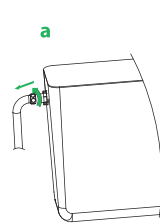

Рис. 5 / 5-сур.
2. Открутить шланг подводки воды (рис. 5а) и руками (или с помощью пинцета) извлечь фильтр-вставку из корпуса впускного клапана (рис. 5б).
3. Промыть фильтр (рис. 5в).
4. Собрать все в обратной последовательности (рис. 5г, д).
| Медленное наполнение или непоступление воды в бачок унитаза. | 1. Засорение фильтра. 2. Перегиб гибкой подводки. 3. Непоступление воды из центрального водопровода. | 1. Отвернуть шланг подводки воды, извлечь фильтр (рис. 5) и промыть. 2. Устранить перегиб. 3. Проверить положение крана (откр./закр.) либо наличие воды в центральном водопроводе. |